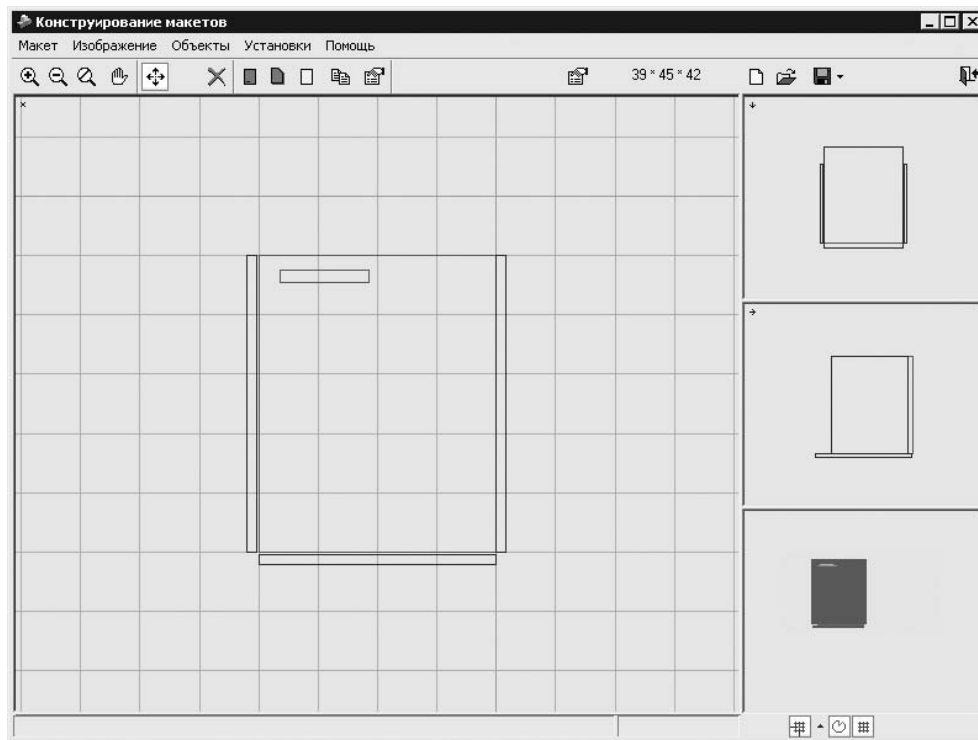

Рис. 8.22
9. Нажать кнопку **Создание задней стенки** и по аналогии с созданием корпуса задать и определить свойства задней стенки шкафа — в результате получится макет, представленный в трех проекциях и 3D-изображении, примерно такой, какой показан на рис. 8.22.